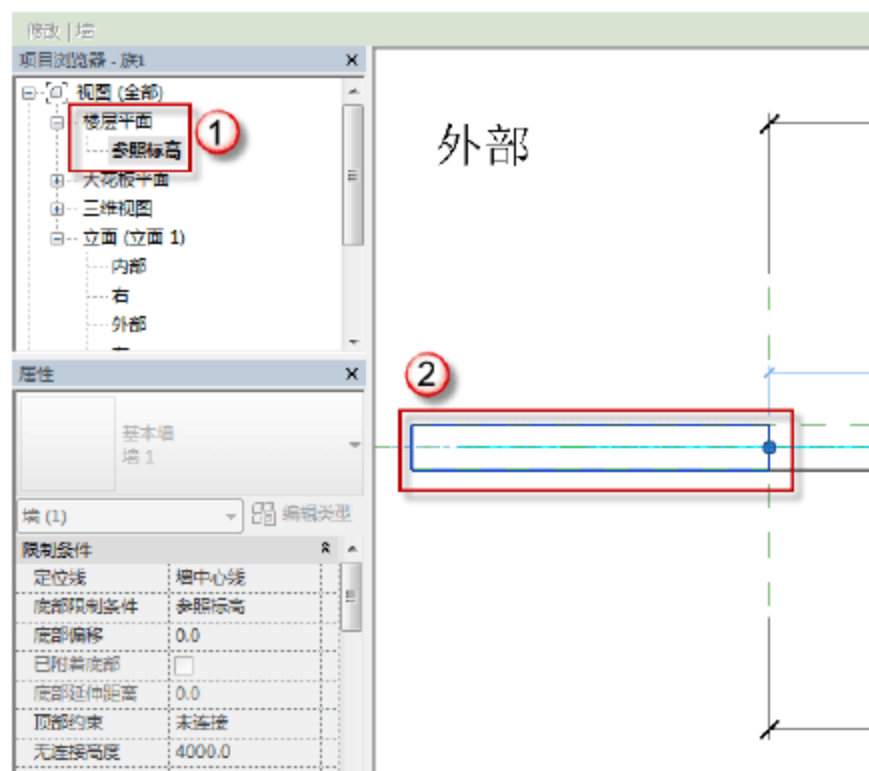

图 6.3.46 调整基本墙
(7) 调整模板基本墙。选择“项目浏览器”中的“楼层平面”→“参照标高”命令,可以进入 MC2934 的参照平面视图,拖曳左侧墙端点,将其拖至门框处,如图 6.3.46 所示。